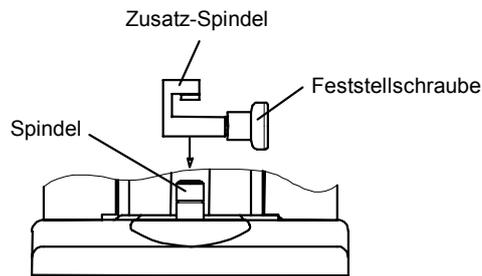

Abb. 4-6-3 Einsetzen der Zusatz-Spindel
- 4) Setzen Sie die Zusatz-Spindel auf die Spindel des i-Checker, wie in Abb. 4-6-3 gezeigt und ziehen Sie die Feststellschraube an.